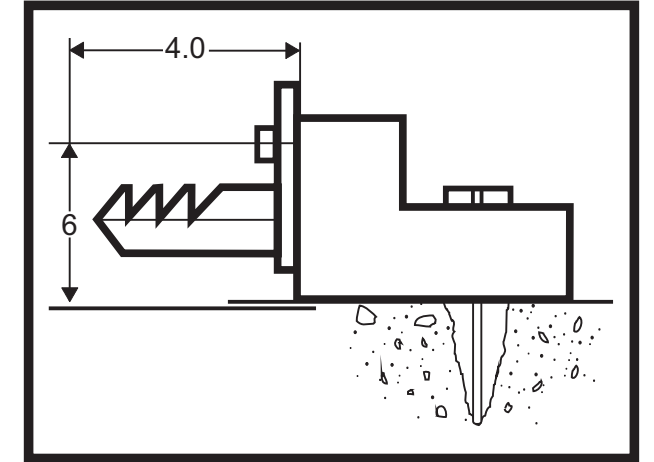

FIG. 5
b) Usando una escuadra o nivel se determinará la ubicación de la prolongación vertical del borde de la bañera. Ubique el soporte dentado a 4 cm. desde ese punto, centrandolo longitudinalmente con relación al borde de la bañera (fig.3 y fig.4). La distancia entre el centro del tornillo (fijador del soporte dentado) y el piso terminado debe ser 6 cm. (fig.5)
c) Ubique los soportes dentados a 6 cm. del piso terminado y del centro del tornillo fijador. (fig.5)